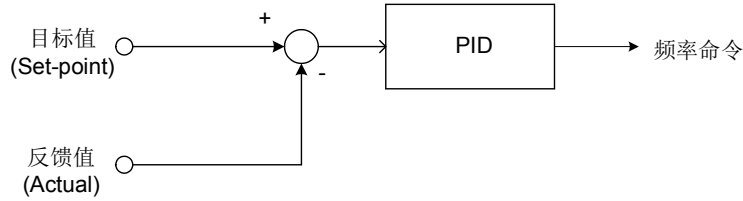

图 4.3.26 PID控制
- 当设定10-00为3(PID目标值来源设定)，至控制端子PI的串行脉波输入作为PID目标值。关于PID控制，参照图4.3.26。